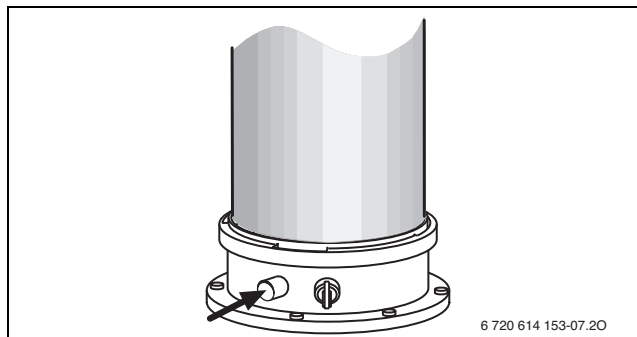

Рис. 37 Измерительный штуцер дымовых газов
- Откройте винт для измерения разности давлений газового клапана (→ рис. 37, стр. 42).